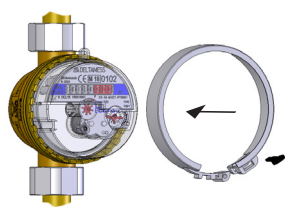

Bild 12 (Verplombung Aufputz)
- Plombenring leicht öffnen, über den Kopfring legen und verschließen (Bild 12). Benutzerplombe fest in die dafür vorgesehene Öffnung drücken.